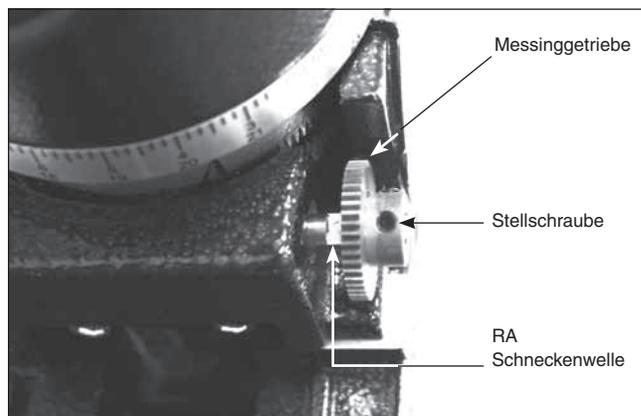

Abbildung 5. Korrekte Ausrichtung der Messinggetriebe für RA-Achse
4. Schieben Sie das Getriebe-Ende von einem der kleinen Messingzahnrad auf die Schneckenwelle, dass es so aussieht wie in der **Abbildung 5**. Drehen Sie das kleine Messinggetriebe, so dass eine der Stellschrauben gegen den flachen Teil der RA Schneckenwelle drückt. Befestigen Sie das kleine Messinggetriebe durch Anziehen der Stellschrauben mit dem mitgelieferten 2 mm Innensechskantschlüssel, aber nicht zu fest anziehen. Möglicherweise müssen Sie kleine Anpassungen an der Position des Zahnrads im folgenden Schritt vornehmen, um die richtige ZahnradEinstellung zu gewährleisten.